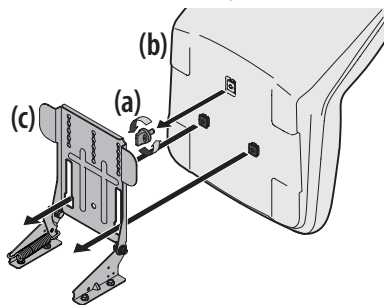

Figura 3
2. Quite la perilla de ajuste del asiento o perno de 9/16" (a) de la base del asiento (b). Consulte la Figura 3.
3. Alinee el asiento (b) sobre el soporte de pivote del asiento (c) como se muestra en la Figura 3 y coloque el asiento (b) sobre el soporte de pivote del asiento (c) insertando las dos lengüetas de la base del asiento (b) en el orificio ancho de las ranuras del soporte de pivote del asiento (c).